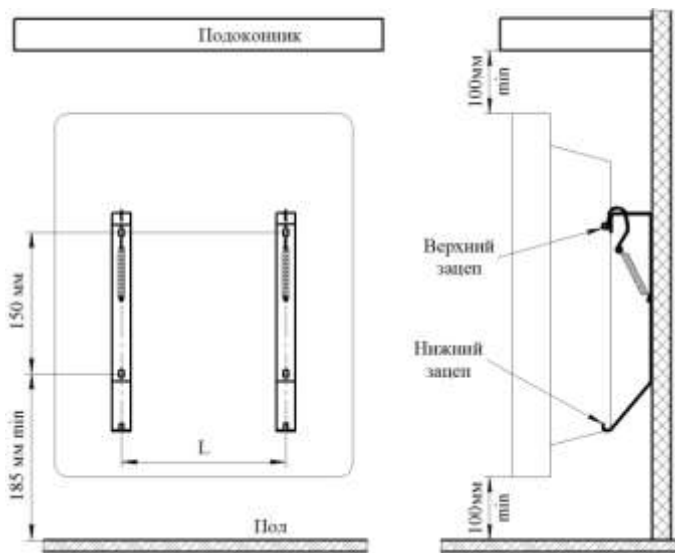

Рис. 2
5.4 Для стационарной установки конвектора выполните на стене разметку под крепёжные отверстия (см. рис.2, табл.2) и закрепите кронштейны для установки конвектора, любым доступным способом, обеспечив надёжное крепление конвектора в течение всего срока эксплуатации и соблюдая минимальные расстояния от поверхностей конвектора до предметов окружающей обстановки, как показано на рисунке 3 (расстояния даны в сантиметрах).